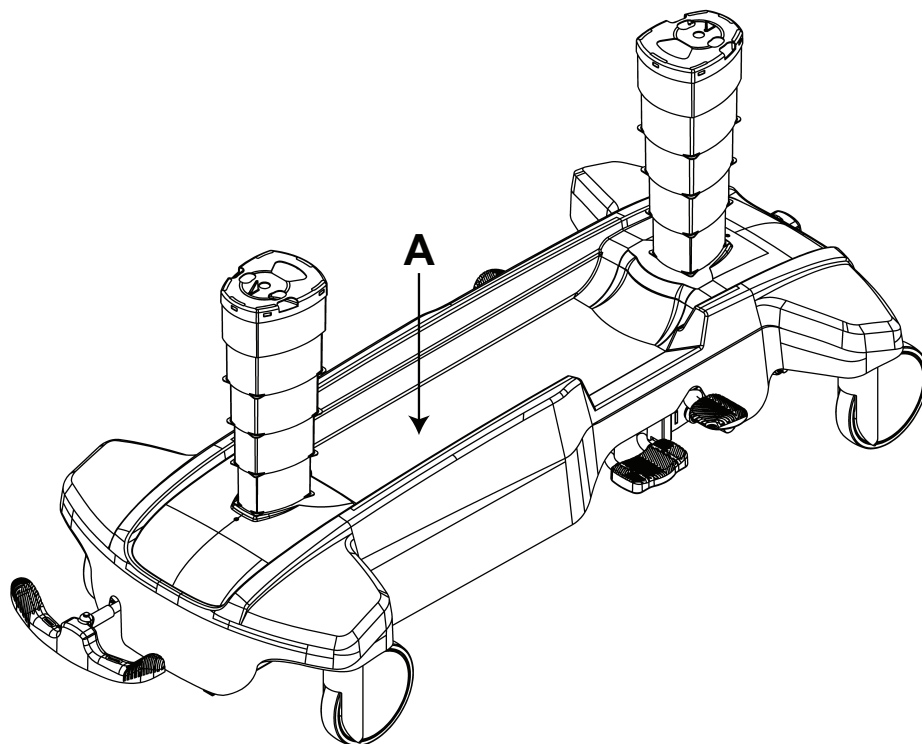

**Figure 11 – Espace de rangement dans le capot de base**
Il est possible de ranger les effets personnels du patient dans le capot de base (A) (Figure 11).